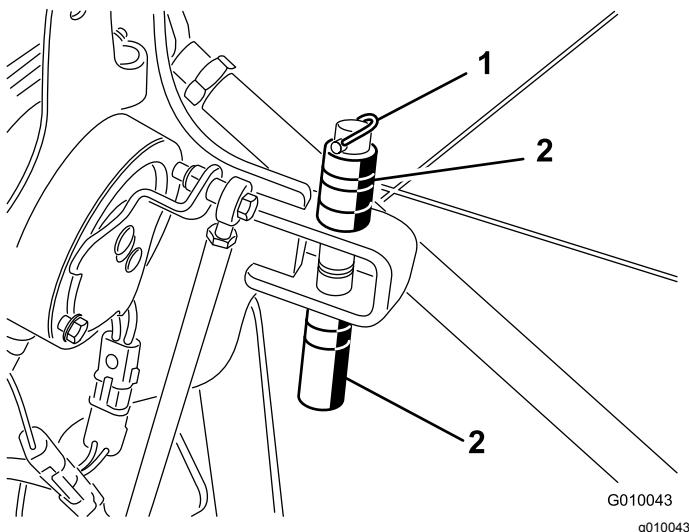

Figura 29
2. Togliete l'acciarino di fissaggio dei distanziali e le spine di profondità (**Figura 29**).